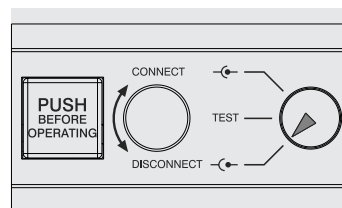

Abbildung 101
- Leistungsschalter in Außenstellung (siehe Abbildung 101)